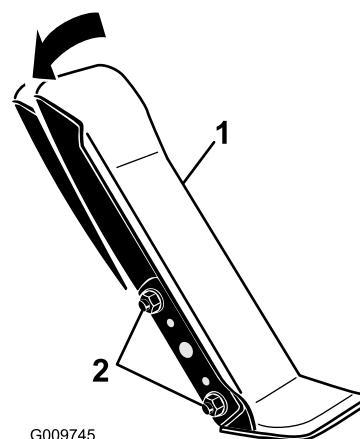

Figura 104
1. Desaperte as 2 porcas e parafusos que fixam o lado esquerdo do pedal de tração ao suporte (Figura 104).
2. Rodar o pedal para o ângulo de funcionamento pretendido e apertar as porcas (Figura 104).